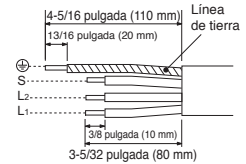

Fig. 1 Montaje
5. Retire el montaje del conducto para cables aflojando el tornillo de fijación (Fig. 1)